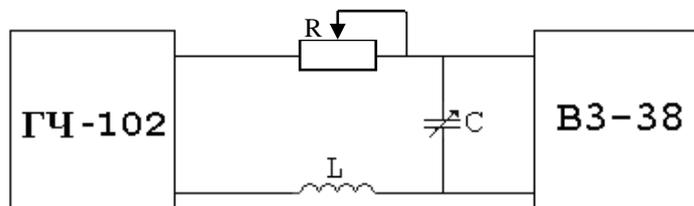

Рис. 6
- 5.1 Собрать схему измерений (рис. 6).